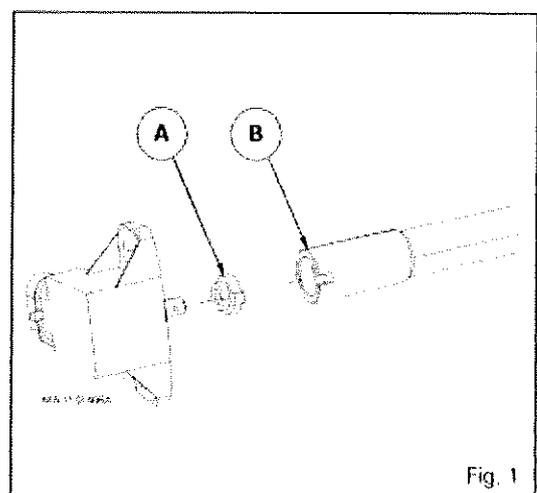

Fig. 1
Installer correctement selon l'encoche, le guide en Caoutchouc (A) dans le corps du pont avant B (fig:1)